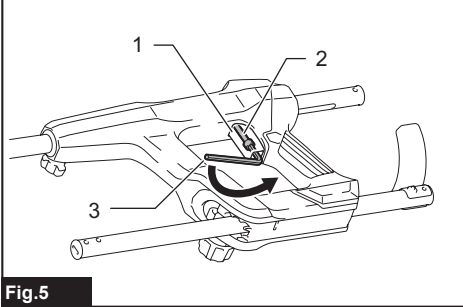

Fig.5
► Fig.5: 1. Handle lever 2. Bolt 3. Hex wrench
► **Fig.5:** 1. Alavanca da empunhadura 2. Parafuso passante 3. Chave sextavada